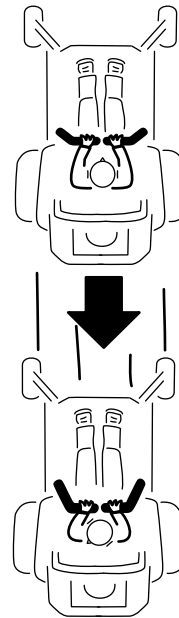

Bild 26
2. Ziehen Sie zum Rückwärtsfahren die Fahrtriebshebel langsam nach hinten (Bild 26).